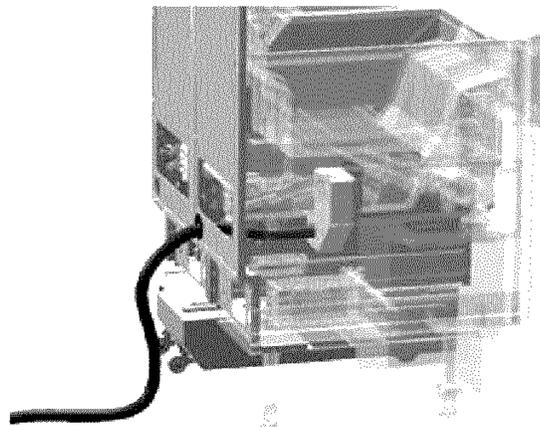

Рис. 1.5.2. Вставьте гибкий кабелепровод сквозь шкаф, как показано, чтобы предотвратить контакт с движущимися частями в шкафу фритюрницы.
2. Вставьте кабель питания в отверстие шкафа фритюрницы, рисунок 1.5.2. Будьте осторожны при прокладке кабеля питания через фритюрницу, чтобы кабель не помешал приводам.
3. В соответствии с рисунком 1.5.3, установите компенсатор натяжения кабеля в вырез корпуса (1). Подключите провода кабеля питания к клеммной колодке (2) в соответствии со схемой подключения на дверце фритюрницы.